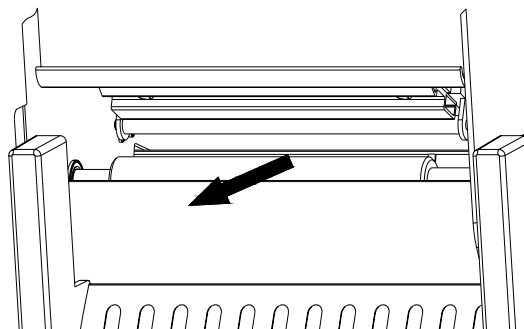

图 7
7. 如图 7 所示，从打印头下方伸入手指将碳带拉出；
5. 从图 7 所示的空位伸入手指拉出标签纸；